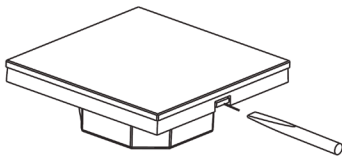

Рис.3. Снятие лицевой панели.
- 3.5. Отсоедините лицевую панель от корпуса, аккуратно поддев её плоской отверткой (Рис.3).